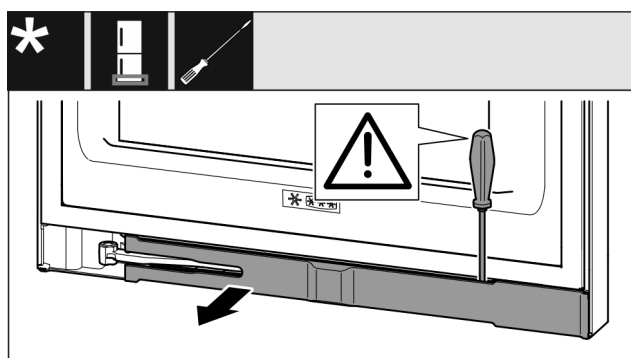

Fig. 17
- Plochým šroubovákem vyjměte záslepku a otočte ji ke straně. (viz Fig. 17)